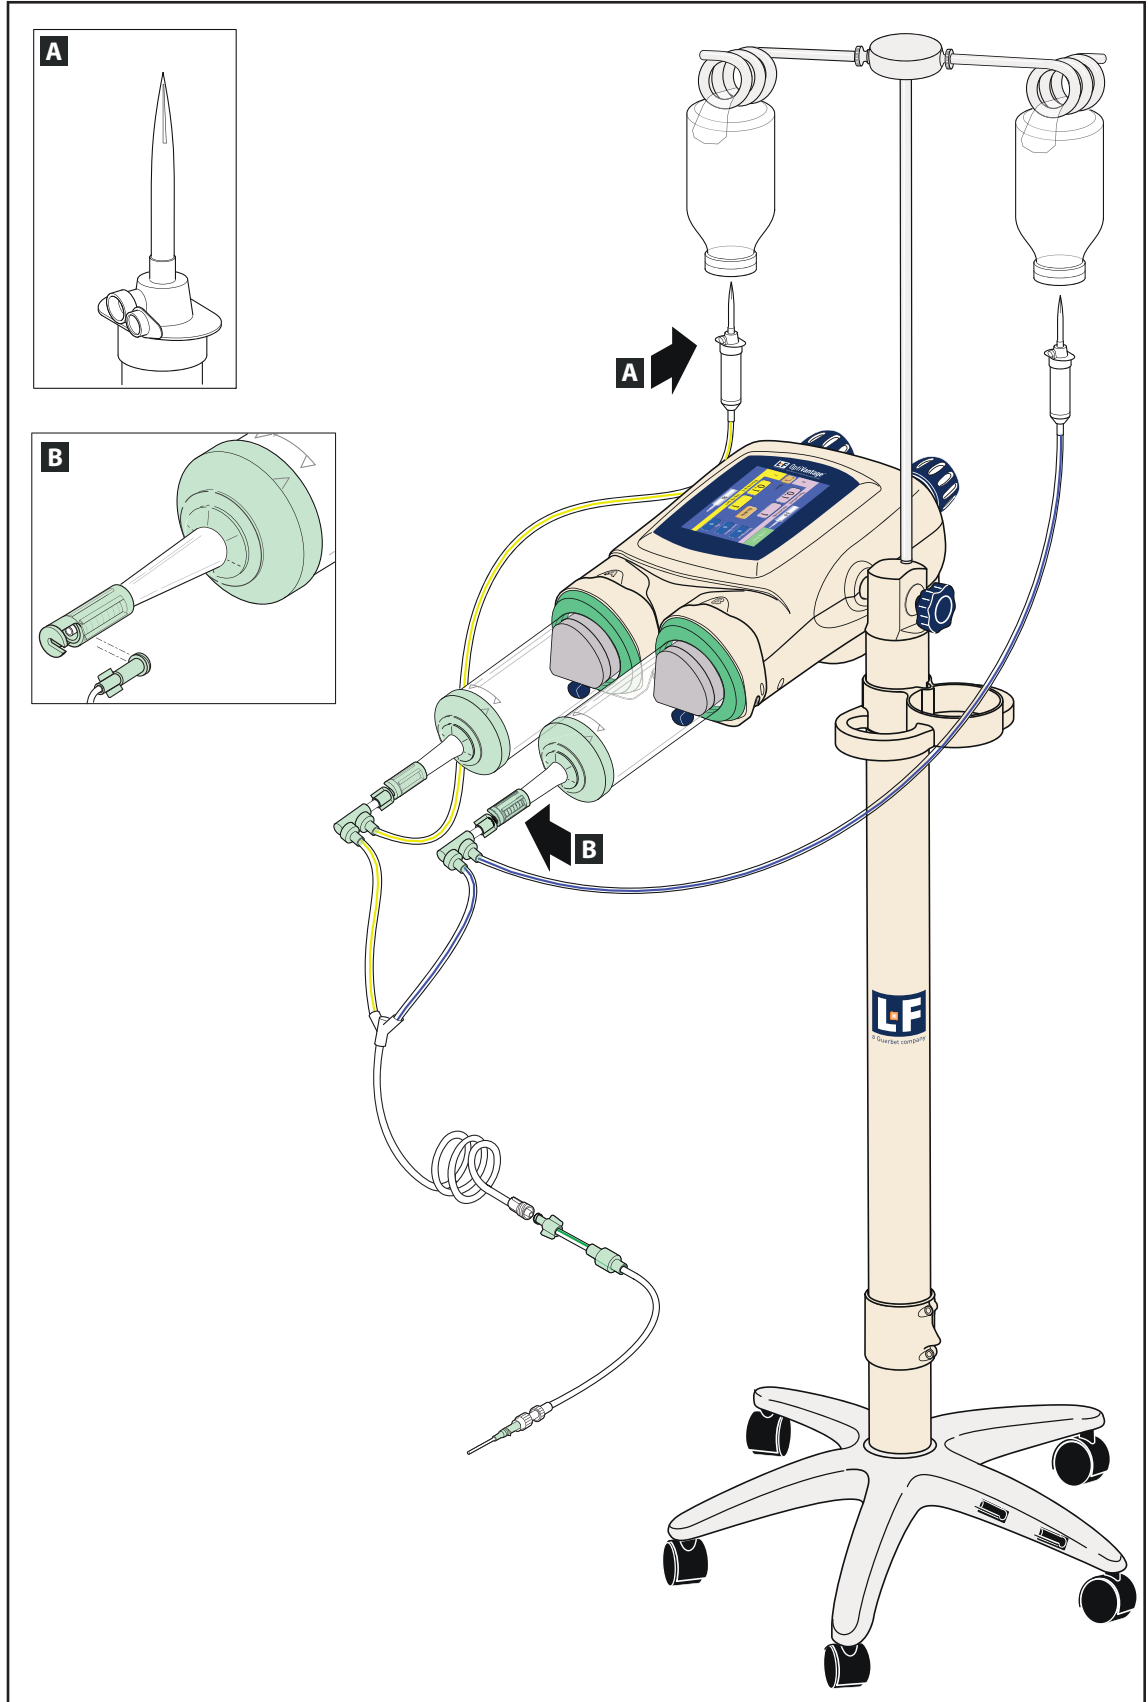

Figura 4-3-3 Conectar tubo
5. Usando a técnica de assepsia, abra o pacote do conjunto descartável e da linha de infusão. Conecte o conjunto ao recipiente do meio de contraste/ solução salina apropriado; conecte a linha de infusão ao conjunto. Pendure a(s) solução(ões) no poste da estação do Sistema de administração de contraste para TC dupla cabeça OptiVantage. Veja a Figura 4-3-3. Se estiver usando um conjunto descartável pontiagudo, abra a guia de ventilação de ar encontrada ao lado do dispositivo pontiagudo (veja detalhes **A** na Figura 4-3-3).
6. Usando a técnica de assepsia, remova a tampa de proteção da(s) ponta(s) da(s) seringa(s) e remova o tampão protetor da(s) ponta(s) de conexão do tubo. Anexe a ponta luer na(s) seringa(s) (veja detalhes **B** na Figura 4-3-3). **OBSERVAÇÃO:** se estiver usando um conjunto duplo, observe as listras de cores diferentes no tubo para estabelecer uma diferença visual ao conectar os recipientes de contraste ou solução salina de substituição.